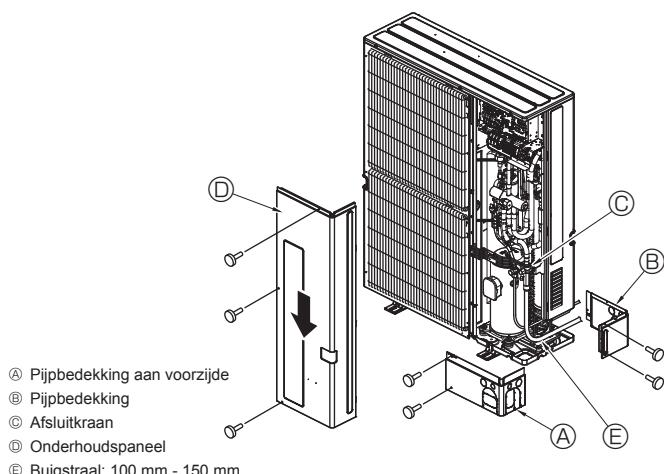

Fig. 4-10
4.5. Koelleidingen (Fig. 4-10)